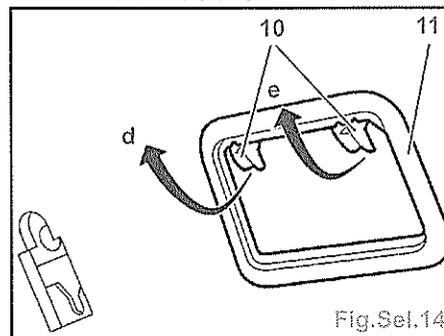

Fig.Sel.14
- la vis (4),
- la vis (5),
- le crochet (6),
- le crochet (7).
- Soulever les arrêteurs (10), suivant les flèches (d) et (e) (Fig.Sel.14).